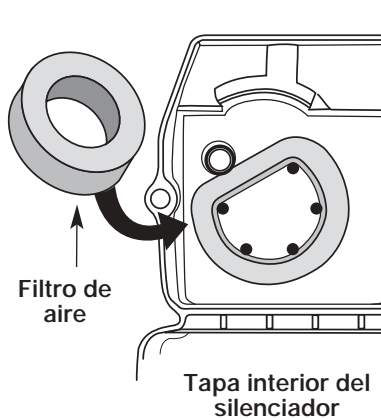

Figure 22
2. Gire la tapa y ubique el filtro de aire adentro. Saque el filtro de aire de adentro de la tapa del filtro de aire / silenciador (Fig. 22).